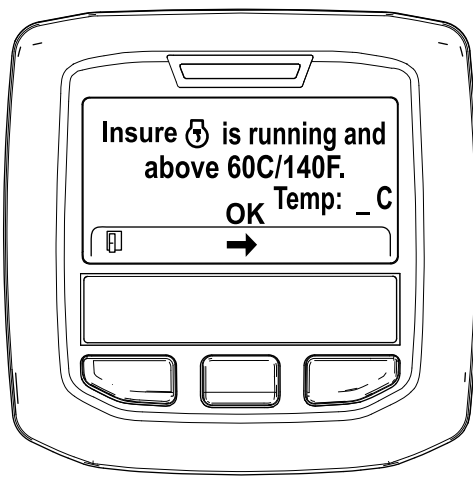

Figura 32
5. Se a temperatura do líquido de refrigeração for inferior a 60°C, surge a mensagem "Insure  is running and above 60°C/140°F" (Confirme que está a trabalhar e acima de 60°C/140°F) (Figura 32).